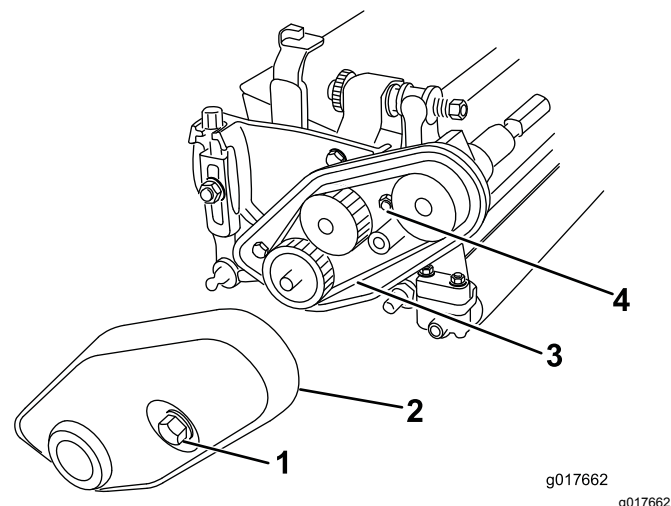

Figura 3
7. Afloje el perno cautivo que sujeta la cubierta de la correa al extremo izquierdo de la unidad de corte hasta que pueda retirar la cubierta (**Figura 3**).
8. Afloje la tuerca tensora de la correa y retire la correa (**Figura 3**).